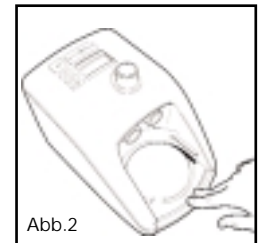

Abb.2
5. Um die Wasserkammer am Gerät anzubringen, drücken Sie den Fingerschutz herunter und schieben Sie die Kammer auf das Gerät (Abb. 2, 3)